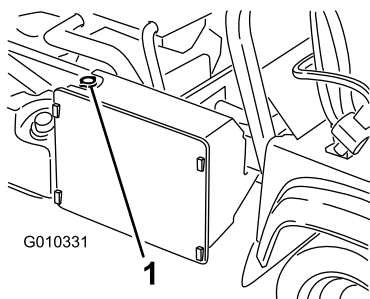

Figura 52
3. Togliete il tappo del radiatore (Figura 52).
7. Finite di riempire il radiatore e rimontate il tappo (Figura 52).